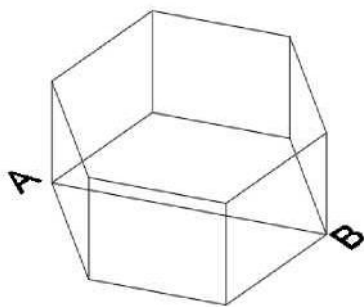

Рис. 61 – Пример выполнения пункта 18
18. Выбрать из падающего меню **Рисование** → **Моделирование** команду **Выдавить**. Выберите объекты для выдавливания: указать с помощью мыши на построенный многоугольник и нажать ввод, завершая выбор; Высота выдавливания: 10; В нижнем основании полученной 6-тигранной призмы (головки болта) провести с помощью команды **Отрезок** вспомогательный отрезок АВ, пользуясь объектной привязкой (рисунок 61).